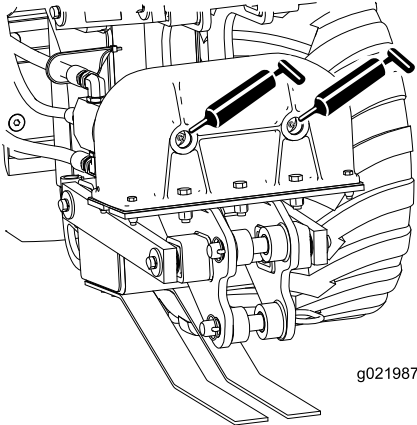
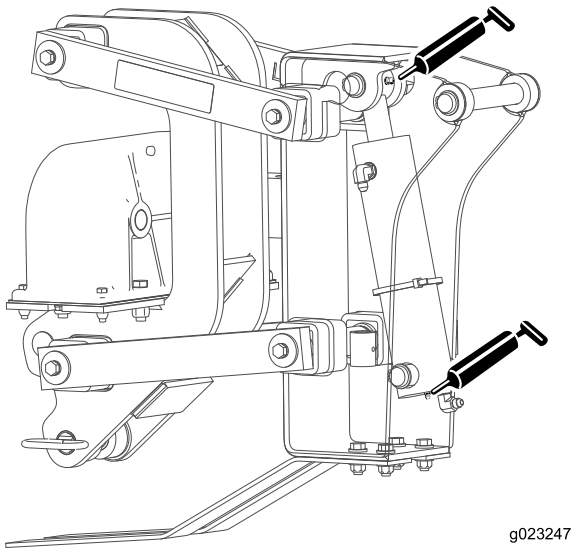

Figure 17
Figure 18
2. Raccordez une pompe à graisse à chaque graisseur (Figure 17, Figure 18 et Figure 19).